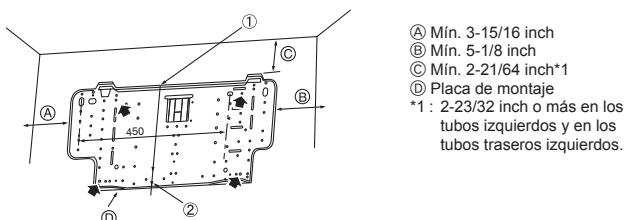

Fig. 3-3
- El soporte de montaje se fijará por ambos extremos y por el centro, si es posible. No lo fije nunca por un solo punto o de manera asimétrica. (Si es posible, sujeté el soporte por todos los lados marcados con una flecha gruesa.) (Fig. 3-3)